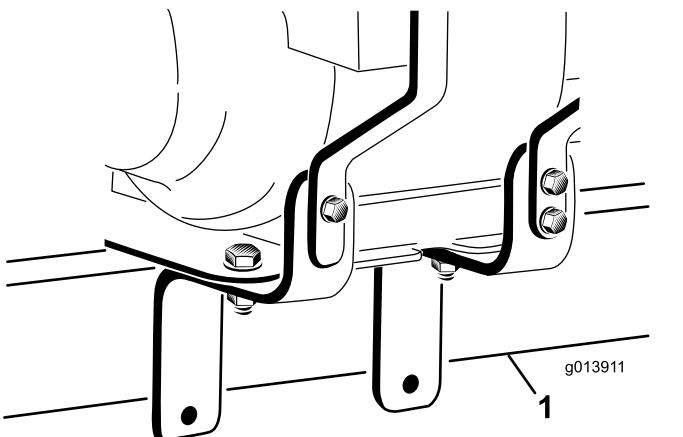
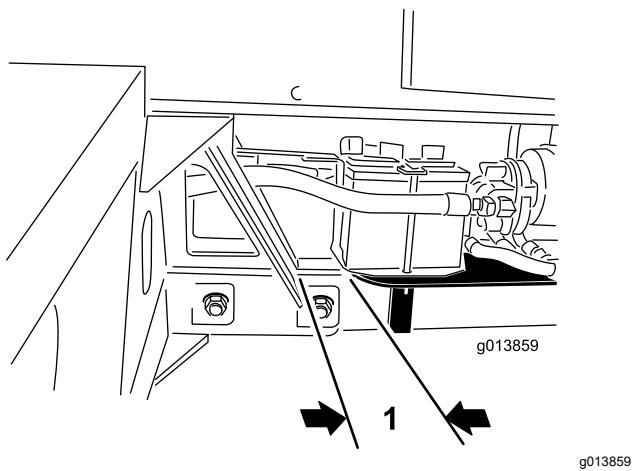

Рисунок 5
Рисунок 6
- Убедитесь, что монтажные кронштейны двигателя стали по обеим сторонам трубы сцепного устройства (Рисунок 5) и задняя часть опоры двигателя находится приблизительно на расстоянии 25 мм от приемной части трубы сцепного устройства (Рисунок 6).